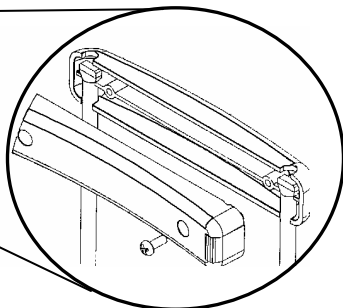

Рис. 4
3. Собранный приемный ящик должен вставляться под аппарат (Рис. 4). Если он в своей позиции не войдет до щелчка, он будет удерживаться весом самого аппарата. Вставляйте устройство так, чтобы оно прилегло к поверхности стола. Многие пользователи считают, что легче сначала укрепить на металлической детали (1) первое соединение и потом закрутить его наполовину. Тогда можно установить другую металлическую деталь на пластиковом соединительном элементе и закрутить полностью.